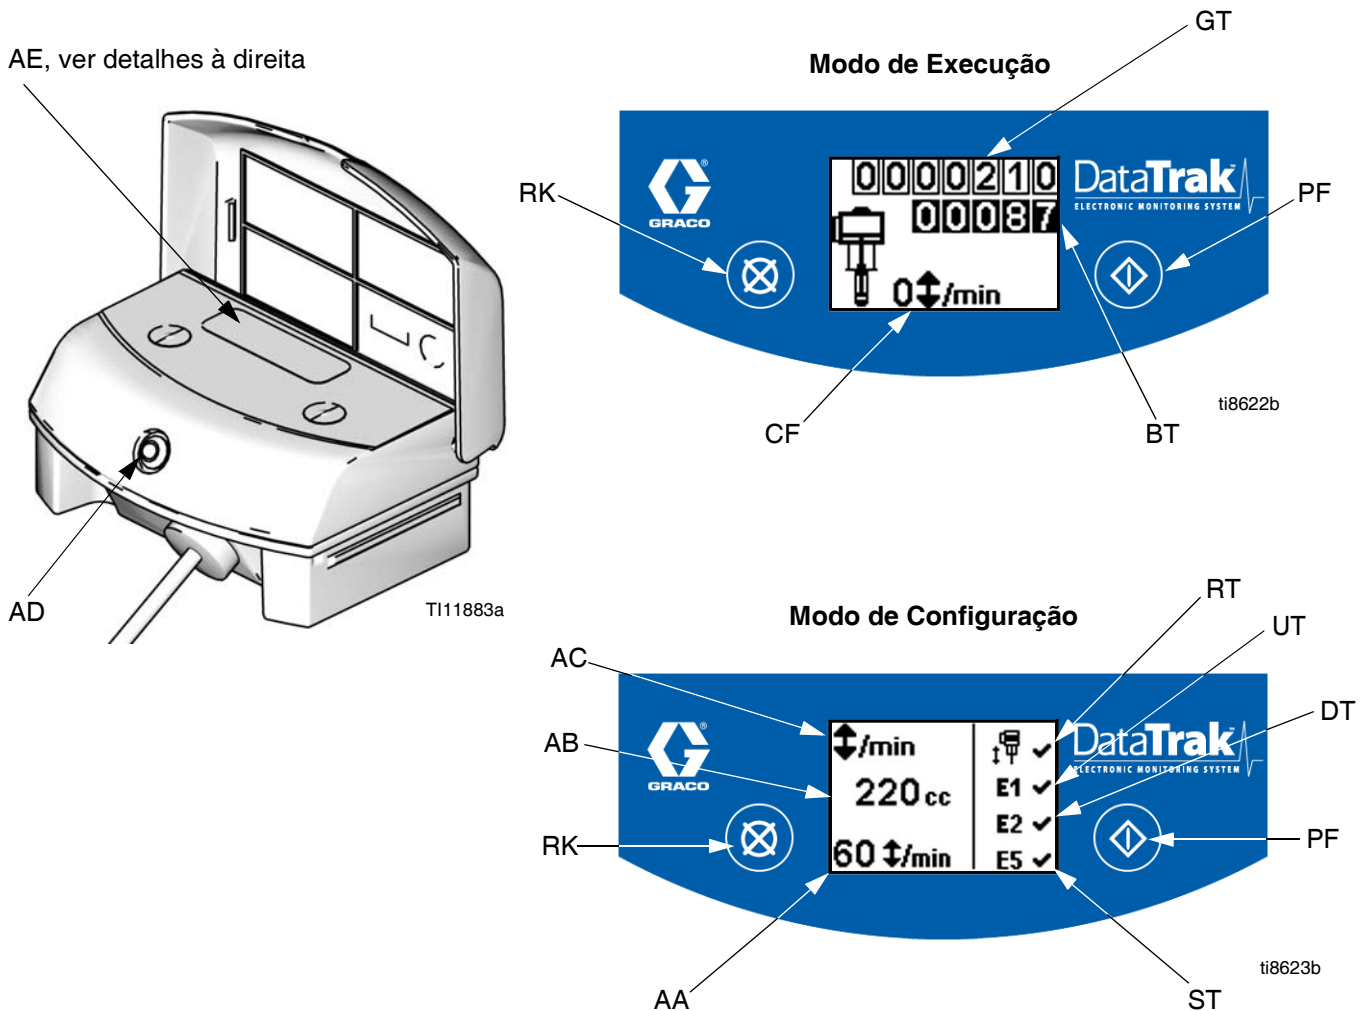

FIG. 9. Controlos e Indicadores do DataTrak
Legenda para a FIG. 9
1. Consulte a FIG. 9. Premir continuamente  durante 5 segundos até aparecer o menu de configuração.
NOTA: No caso de desferragem, as opções de erro E1, E2 e E5 são activadas e  aparece no ecrã de configuração. Consulte a FIG. 9.
1. Consulte a FIG. 9. Se ocorrer uma desferragem da bomba, o solenóide de desferragem irá actuar, parando a bomba. O LED (AD) fica intermitente e o visor (AE) indica uma condição de desferragem (consultar Tabela 1). O visor irá percorrer seis ecrãs
⊗ (consulte a FIG. 9).
1. Consulte a FIG. 9. Para aceder ao modo de escorvar/lavar, prima qualquer tecla para activar o visor e, em seguida, prima . Aparece o símbolo de escorvar/lavar no visor e o LED fica
Consulte a FIG. 9. O último algarismo do totalizador de lote (BT) representa as décimas partes de galões ou de litros. Para reiniciar o totalizador, prima qualquer tecla para activar o visor e, em seguida, mantenha premida durante 3 segundos.
Consulte a FIG. 9. Em modo de funcionamento, o visor (AE) desliga-se após 1 minuto de inactividade ou após 3 minutos no caso do modo de configuração. Prima qualquer tecla para activar o visor.
O DataTrak consegue diagnosticar diferentes problemas da bomba. Quando o monitor detecta um problema, o LED (AD, FIG. 9) fica intermitente e aparece um código de diagnóstico no visor. Consulte a Tabela 1.